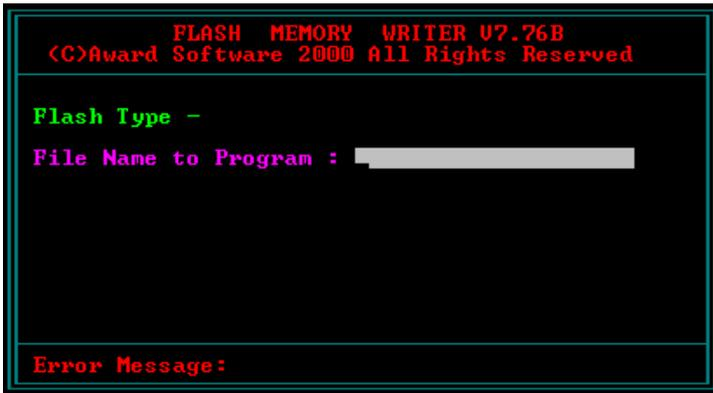

Рис. 23.1. Это единственное окно программы AWDFLASH, в котором будут совершаться все действия
2. По окончании загрузки в строке приглашения введите имя программного файла, например, AWDFLASH (можно и без расширения, и маленькими буквами), после чего нажмите клавишу <Enter>. Появится главное окно программы (рис. 23.1).